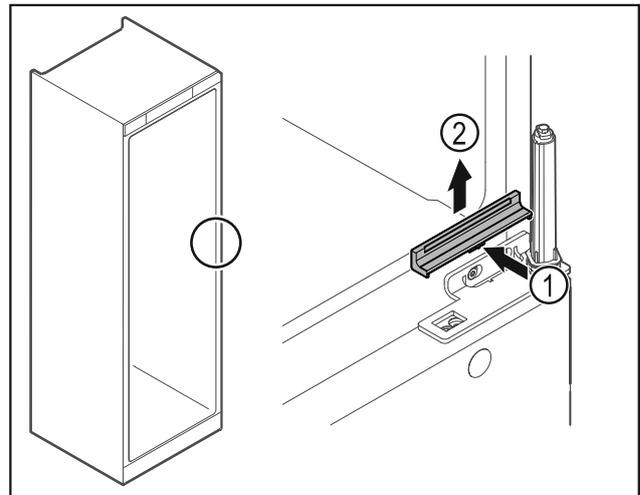

Fig. 26
- ▶ Кришку Fig. 26 (1) трохи натиснути в центрі та зняти рухом вгору Fig. 26 (2).